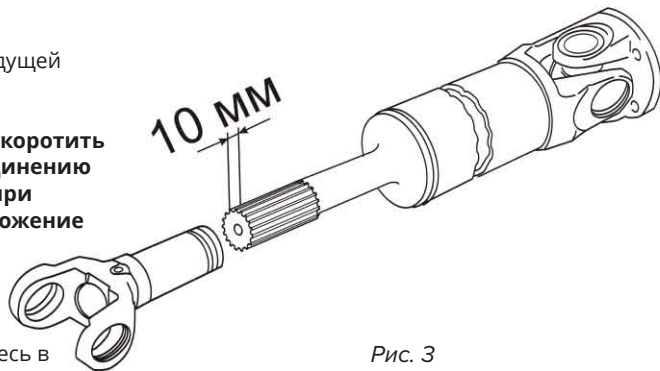

Рис. 3
- ⓘ **Внимание:** при лифте менее 2" может потребоваться укоротить карданный вал на длину до 10 мм по шлицевому соединению (Рис. 3). Убедитесь что хода карданного вала хватает при перемещении моста в крайние верхнее и нижнее положение